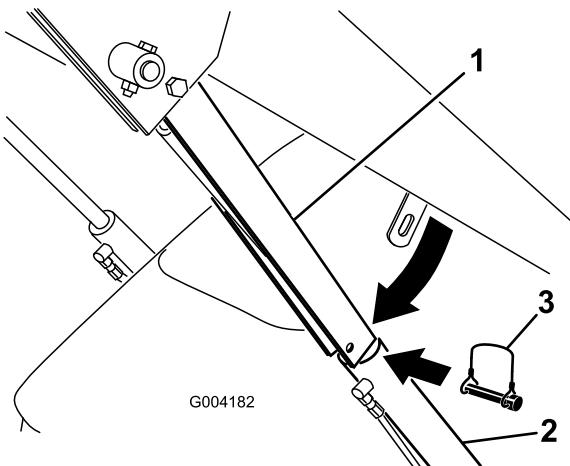

Figure 18
4. Enlevez la goupille à anneau qui fixe le verrou de vérin au bras de chargeuse (Figure 18).
5. Abaissez le dispositif de verrouillage sur la tige du vérin et fixez-le en position à l'aide de la goupille à anneau (Figure 18).